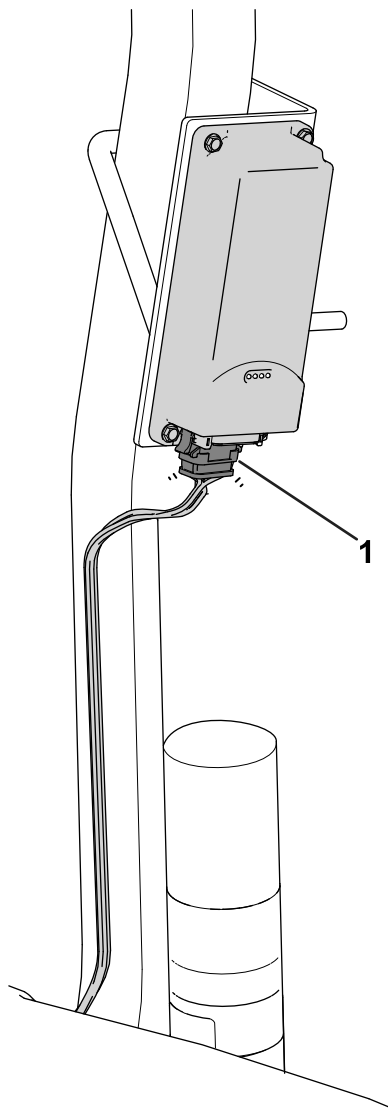

図 9
3. テレマティクスワイヤーハーネスのP02というラベルの付いたコネクタをテレマティクスデバイス(図 9)に接続する。